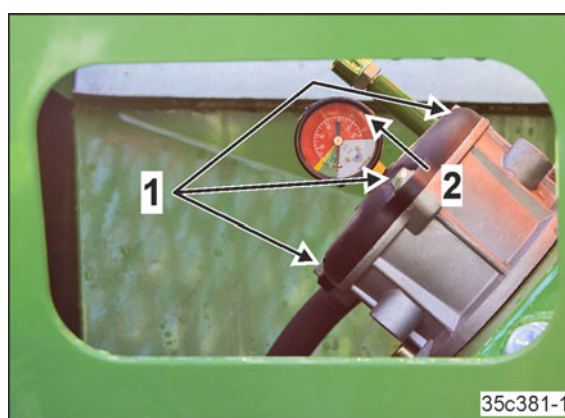

Bild 331
1. Lossa sexkantskruvarna 6x25 (Bild 331/1).
2. Lyft av locket (Bild 331/2)